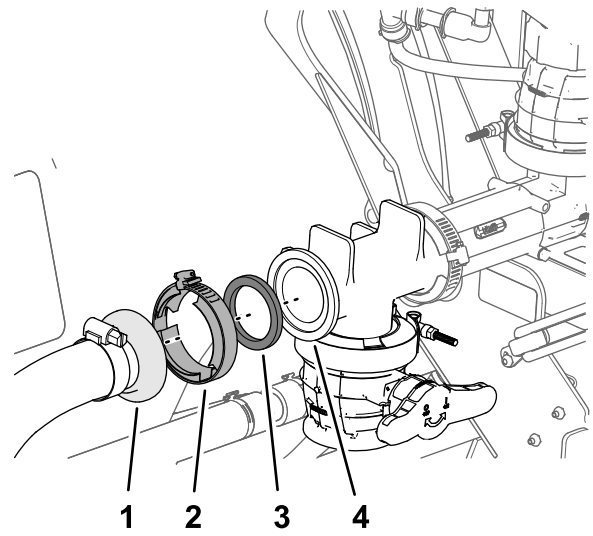

Figura 30
7. Conecte el acoplamiento dentado recto de la manguera del eyector a la brida del acoplamiento en T del eyector con una junta y una brida de fijación, y apriete la abrazadera a mano (Figura 30).